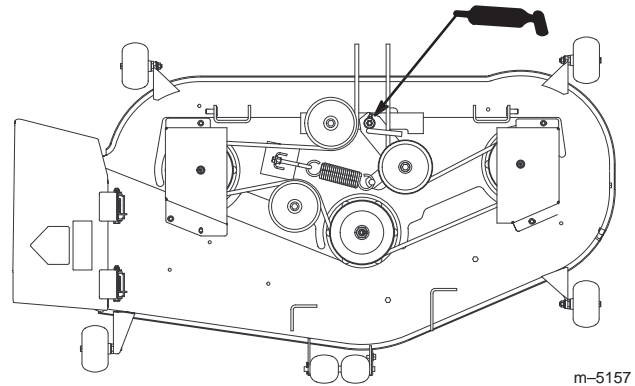

Figure 30
3. Graissez le pivot de la poulie de tension (Fig. 30).